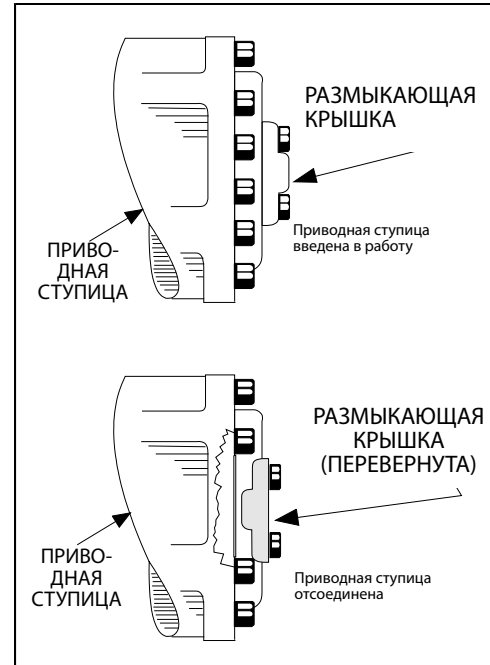

Рис. 4-6. Ступица отсоединения привода
3. Отсоедините приводные ступицы, перевернув размыкающие крышки. См. Рис. 4-6., Ступица отсоединения привода